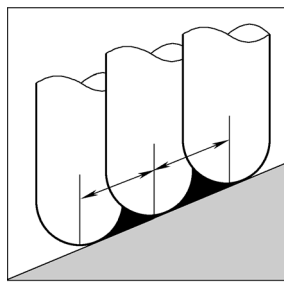

图 2-112 “Constant 3D” 示意图
- “Constant 3D”: 选择该选项后直接定义刀具在加工区域的步距，可在“Distance between paths”文本框中输入步距，如图 2-112 所示。